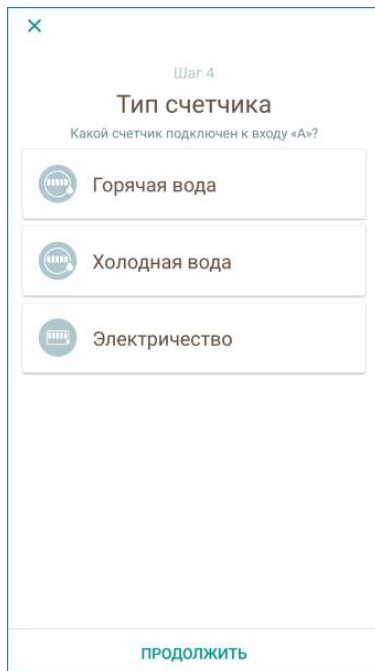

Рисунок 9.3 – Выбор типа счетчика
- 6.2. Нажмите на кнопку ПРОДОЛЖИТЬ, чтобы перейти к следующему шагу (см. рисунок 9.3).